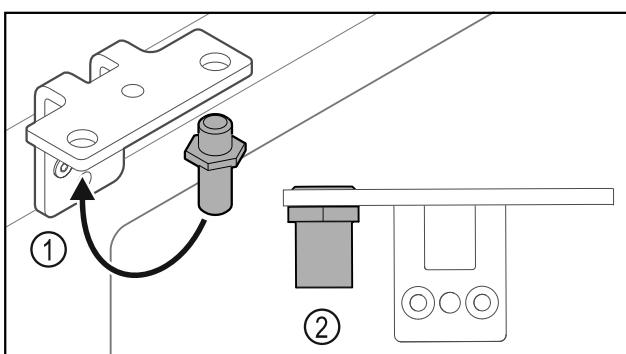

Fig. 31
- Ktheni bulonin Fig. 31 (1) në profilin e menteshës në anën tjetër.
- Shtërgoni bulonin Fig. 31 (2) me **momentin e rrotullimit prej 12 Nm**.